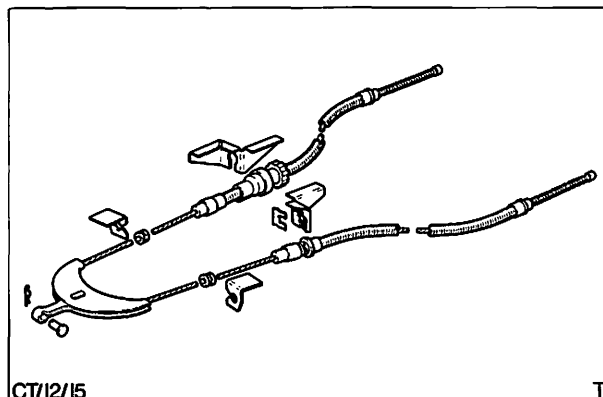

Abb. 11 Verlauf – Handbremsseil
5. Hintere Bremstrommeln abbauen, Handbremsseil von den Schwinghebeln aushängen und durch die Bremsträger herausziehen, Abb. 11.